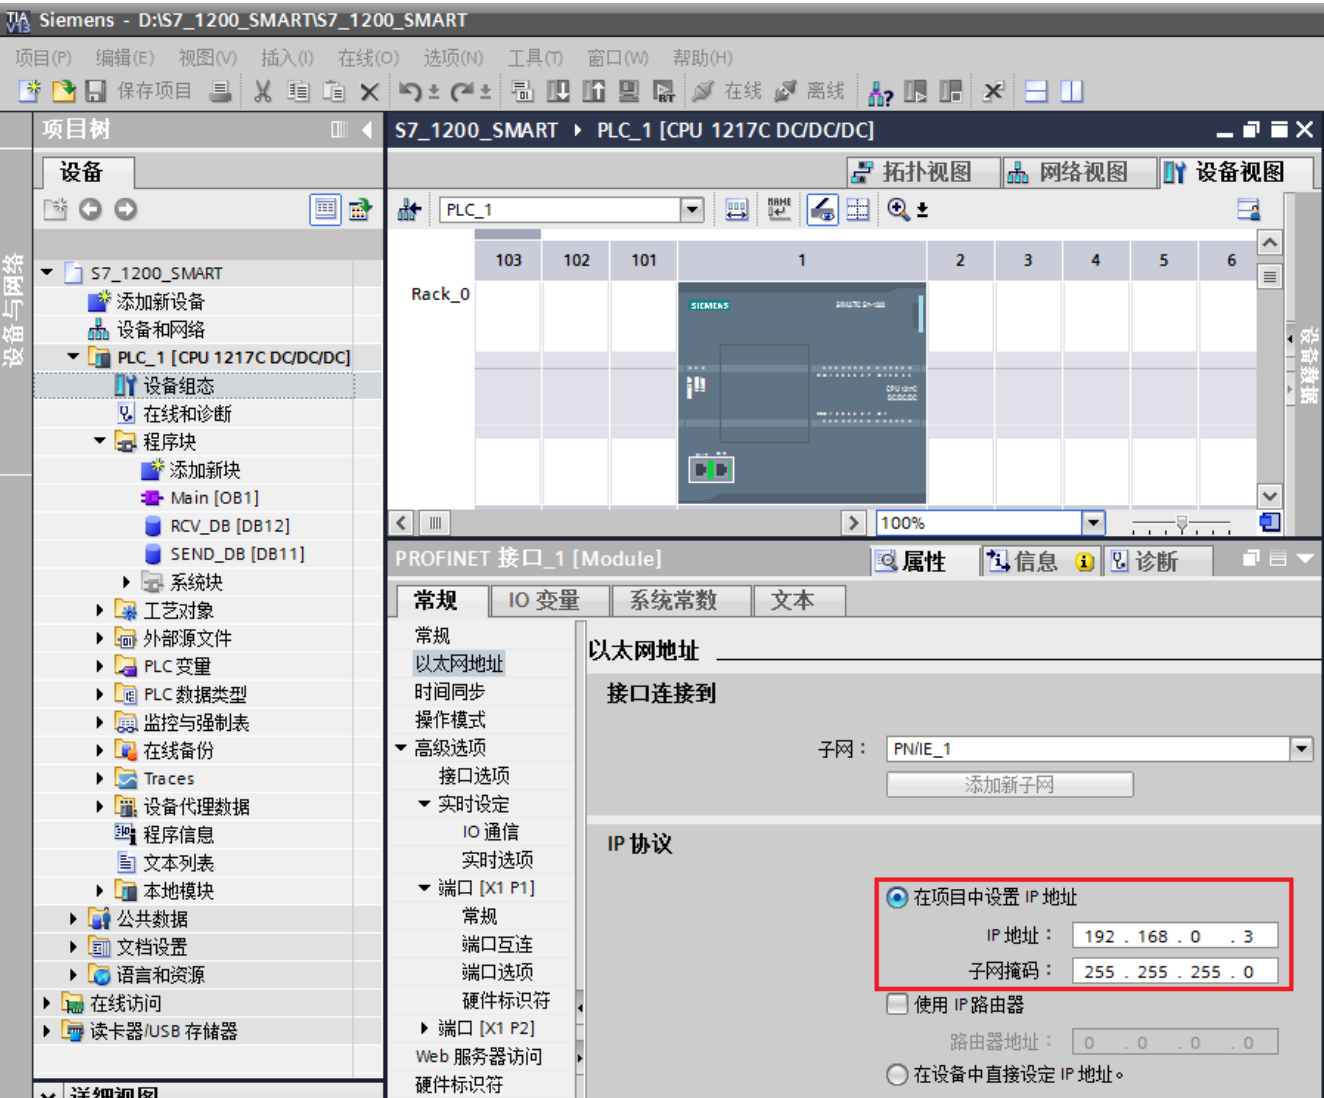

图1.组态S7-1200并分配IP地址
1. 使用TIA V13 软件新建一个项目，添加1个S7-1200站点并为其分配网络和IP地址 ，如图1.所示